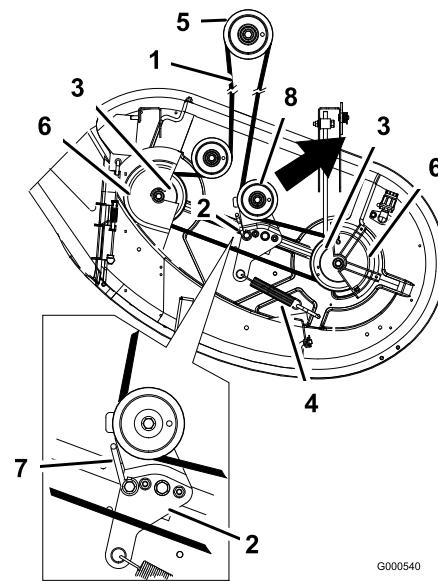

Figure 50
4. Déposez les couvercles de courroie en passant par-dessus les axes extérieurs et desserrez le guide-courroie (Figure 50).
- Tirez la poulie de tension dans la direction indiquée (Figure 50) et retirez la courroie des poulies.
- Acheminez la courroie neuve autour de la poulie du moteur (Figure 50).
- Tirez la poulie de tension dans la direction indiquée à la Figure 50 et acheminez la courroie autour de la poulie de tension (Figure 50).
- Tournez le guide-courroie vers la poulie jusqu'à ce qu'il bute contre le bras de la poulie de tension (Figure 50).
- Serrez le boulon du guide-courroie (Figure 50).